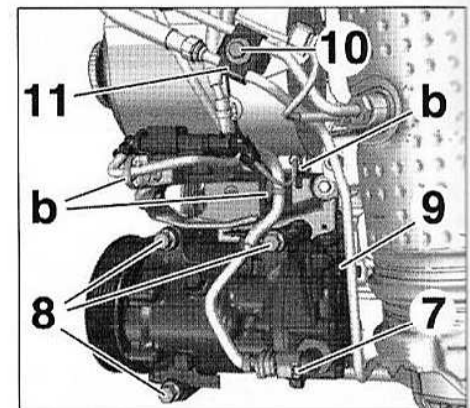

FIG.19
- le faisceau électrique en (b) puis l'écartier (Fig.19).
- Débrancher le connecteur (7).
- Déposer les vis (8).
- Sans débrancher les canalisations, écartier et brider le compresseur de climatisation (9).
- la vis (10),
- la bride (11),